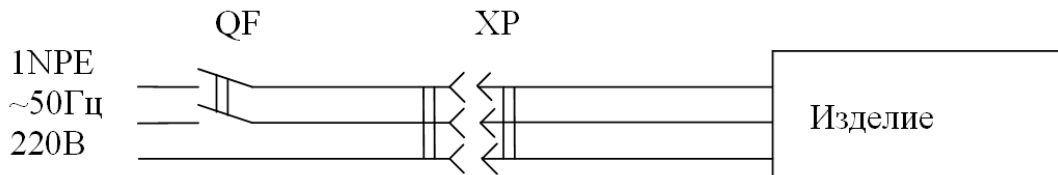

Рис.1. Схема подключения изделия к электросети
6.4. Изделие должно подключаться к питающей электрической линии (рис.1) через автоматический выключатель электромагнитной защиты с номиналом установки по току 6,3 А.